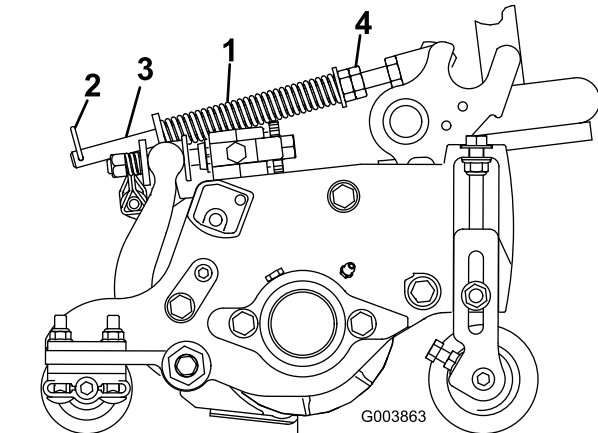

图17
1. 确保发卡销安装在弹簧杆的后孔内（图17）。
2. 拧紧弹簧杆前端的六角螺母，直至压缩后的弹簧长度为 159mm（图17）。
注意： 如果必须从机器上拆掉滚刀组，请将发卡销移至弹簧杆的前孔（图17）。将滚刀组装回机器后，务必将发卡销移回弹簧杆后孔。